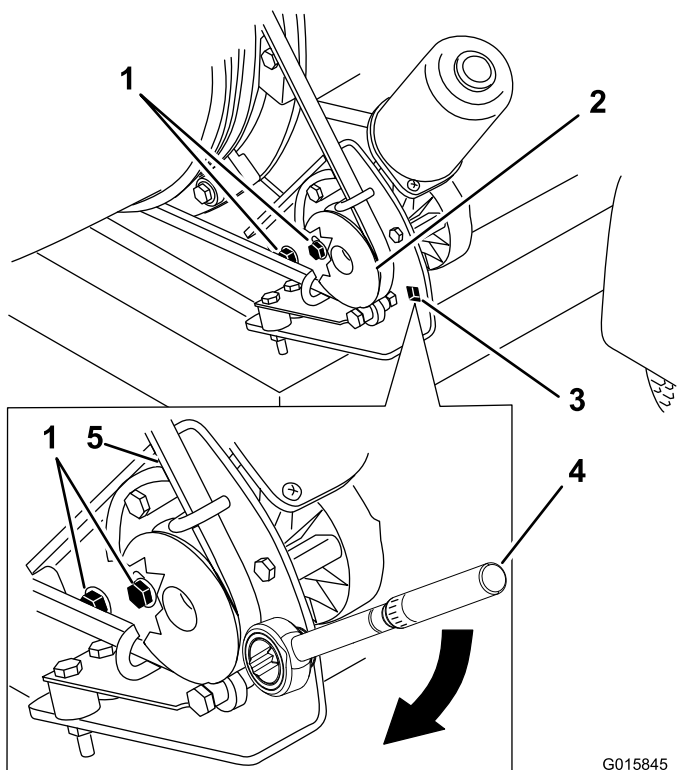

Рисунок 47
2. Ослабьте 2 фланцевых колпачковых винта и 2 фланцевые контргайки, которые крепят монтажный кронштейн двигателя к опоре корпуса рамы машины (Рисунок 47).
3. Установите головку динамометрического ключа на монтажный кронштейн шкива, как показано на Рисунок 47.
4. Отверните монтажный кронштейн двигателя от сопла воздуходувки так, чтобы показание динамометрического ключа составило 22,6–26,0 Н·м (Рисунок 47).